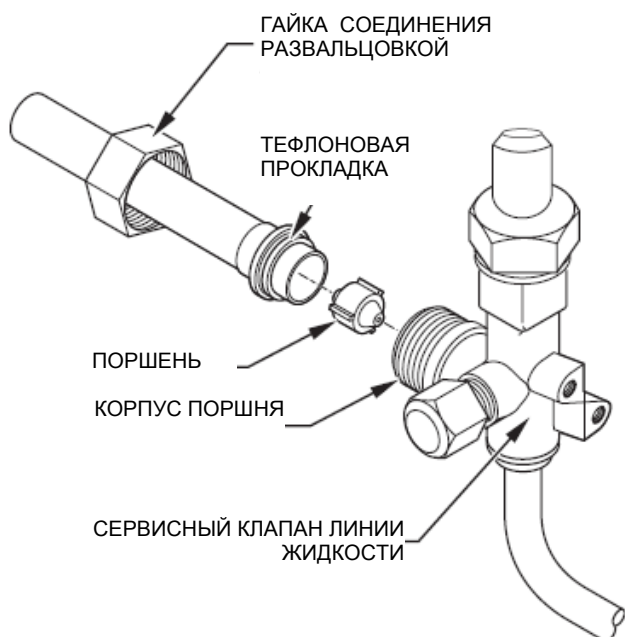

Рис. 5—Сервисный клапан линии жидкости с переходной трубкой
4. Извлеките из пакета тефлоновую шайбу и установите ее на свободный вывод сервисного клапана жидкости (См. Рис. 5).